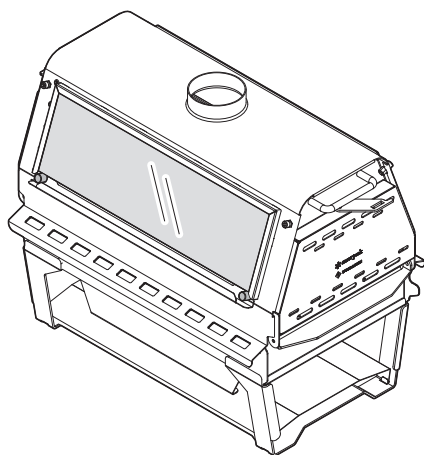

図 1
① 固定ボルトを2箇所を取り外し、ガラスフレームを取り外します。(図1)